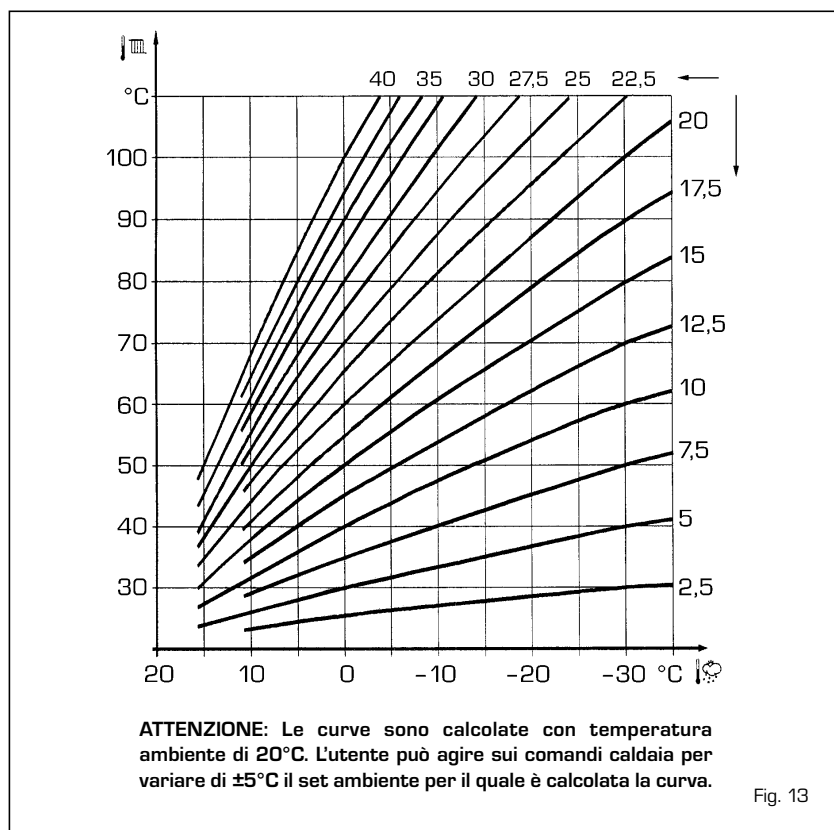

Fig. 13
3.4 Sonda esterna collegata (fig. 13)
In caso di presenza di sonda esterna i SET riscaldamento sono ricavabili dalle curve climatiche in funzione della temperatura esterna e comunque limitati entro i valori di range descritti al punto 3.3 (parametri PAR 22 per la zona 1, PAR 25 per la zona 2 e PAR 28 per la zona 3). La curva climatica da impostare è selezionabile da un valore 3 e 40 (a step di 1). Aumentando la pendenza rappresentata dalle curve di fig. 13 si incrementa la temperatura di mandata impianto in corrispondenza alla temperatura esterna.